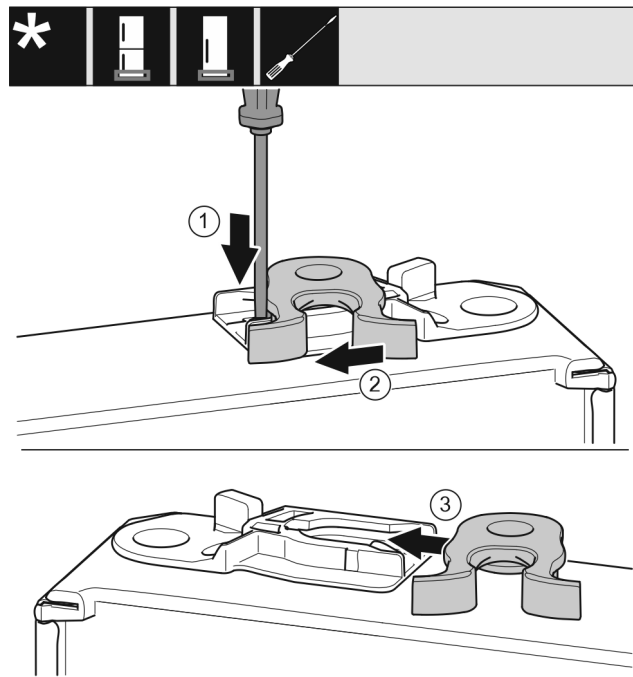

Fig. 24 *
- Odvijačem s ravnom glavom pritisnite spojnicu Fig. 24 (1) prema dolje.*
- Izvucite kuku za zatvaranje Fig. 24 (2) iz vodilice.*
- Gurnite kuku za zatvaranje Fig. 24 (3) na drugoj strani u vodilicu.*